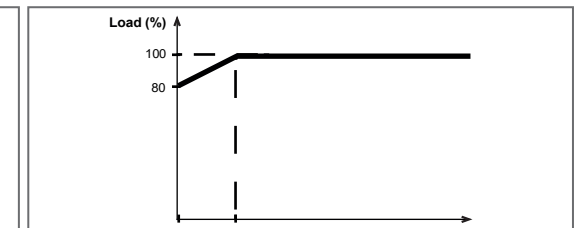

Fig. 5. Input Voltage Derating Curve
- Output derating is required at 85-115Vac (Refer to Fig. 5).
- 入力電圧によるディレーティング特性（図 5 参照）。